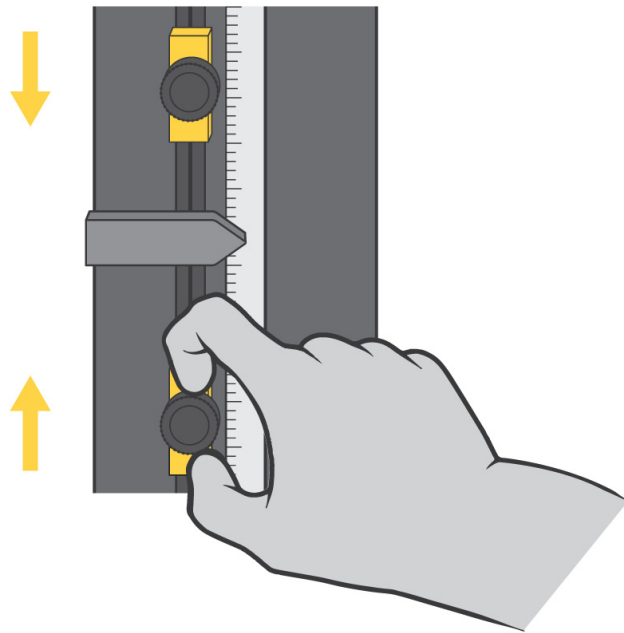

図18. リミットストップの設定
クロスヘッドのリミットストップは、103 ページの図 18 に示すように、試験機のコラム内にあるリミットスイッチ ロッドに取り付けられている調整可能な 2 つのブロックです。リミットストップ (1 および 2) には手で締めたり緩めたりするちょうねじが付いており、リミット ロッド上の任意の位置に移動することができます。クロスヘッド オーバートラベルを防ぐには、試験パラメータを少し越えた所にこれらのストップを位置決めしてください。クロスヘッドが最大プリセット トラベルに達すると、リミットスイッチ アクチュエータ (3) がこれらのストップの 1 つと接触